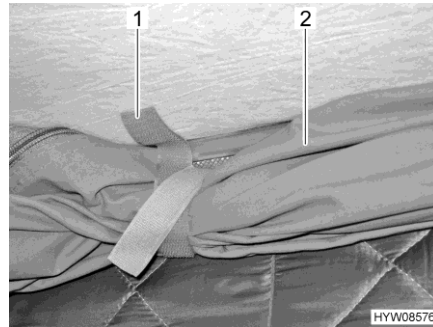

Bild 55 Hållare
- Lossa hållaren (Bild 55,1) på den upprullade tältduken (Bild 55,2).
- Rulla in tältduken (Bild 55,2) och säkra med hållarremmen (Bild 55,1).